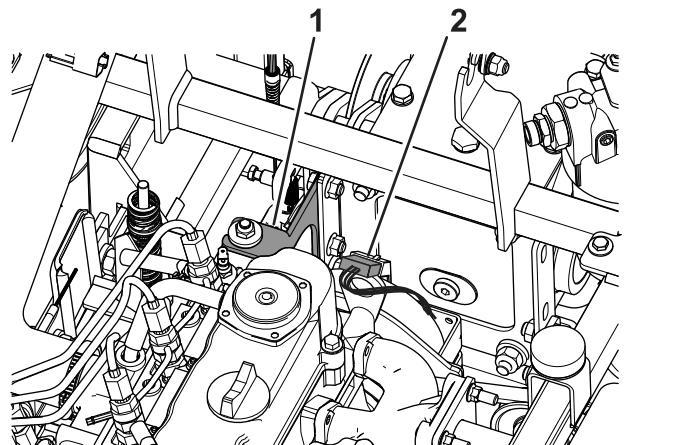

Figura 78
5. Desligue o conector de cabos da embraiagem (Figura 78).
6. Retire os três parafusos e três porcas que prendem o suporte da embraiagem à estrutura e à embraiagem (Figura 78).